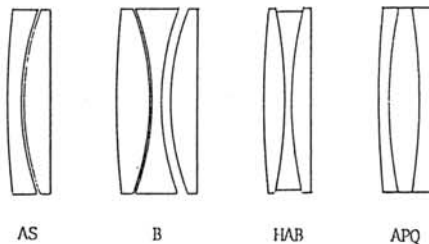

Abb. 1
Auch er regte seine Leser zum Selbstbau an, sagt, wo man die Gläser beziehen kann und daß es – typisch amerikanisch! – auch mit Salatöl geht. Zum Selbstbau durch andere Amateure ist es aber anscheinend nicht gekommen; dieses Objektiv sei „an der Grenze des technologisch Machbaren“ schreibt Uwe Laux (8); (eine Aussage, die noch mehr für das Zeiss B Objektiv gilt, jenen „Ur-Apochromaten“, dessen Herstellung in den 40er Jahren auch aufgegeben wurde.) So geben auch die amerikanischen Amateure lieber etwas mehr Geld aus für ein fertiges Objektiv, anstatt sich in ein doch etwas riskantes Abenteuer zu stürzen. Ob das auch für die frühere DDR gilt, weiß ich nicht; immerhin ist in der Zeitschrift „Astronomie und Raumfahrt“ (4) schon 1987 über das HAB-System berichtet worden. Im Schnittbild sieht auch Christens Objektiv aus wie das Zeiss B ohne dessen Luftspalte (s. Abb. 1).
Warum beim APQ die konvexe Linse in der Mitte sitzt (s. Abb. 1)